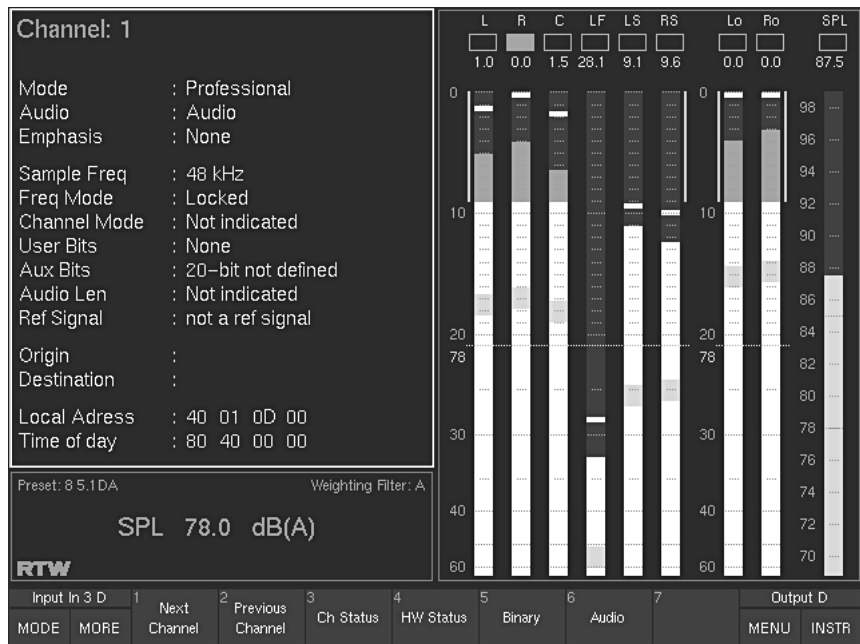

Bild 3-24: Bildschirmanzeige bei Anwahl des Instrumentes AES/EBU
3.13.1. Funktionen „Next Channel“ und „Previous Channel“ (Schaltflächen/Tasten 1 und 2, siehe Bild 3-24)
(Schaltfläche/Taste 3, siehe Bild 3-24 – Toggle-Funktion mit „Binary“)
(Schaltfläche/Taste 4, siehe Bild 3-24)
(Schaltfläche/Taste 5, siehe Bild 3-24 – Toggle-Funktion mit „Ch Status“)
(Schaltfläche/Taste 6, siehe Bild 3-24)